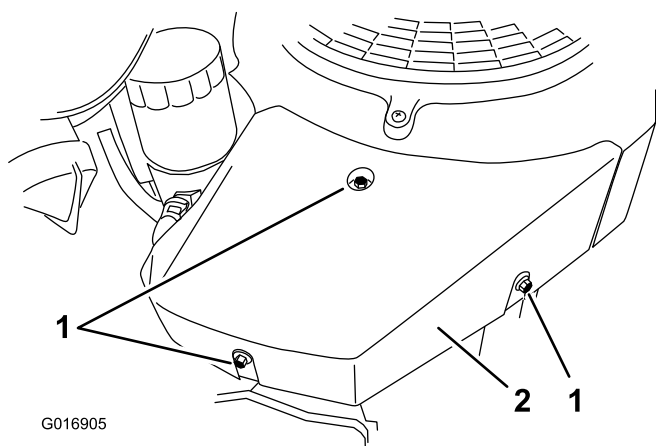

Figure 77
3. Déposez le carénage droit en retirant la vis de fixation supérieure et en desserrant les deux vis latérales (Figure 77).
4. Retirez la vis de fixation supérieure et desserrez les deux vis latérales sur le carénage gauche (Figure 77).